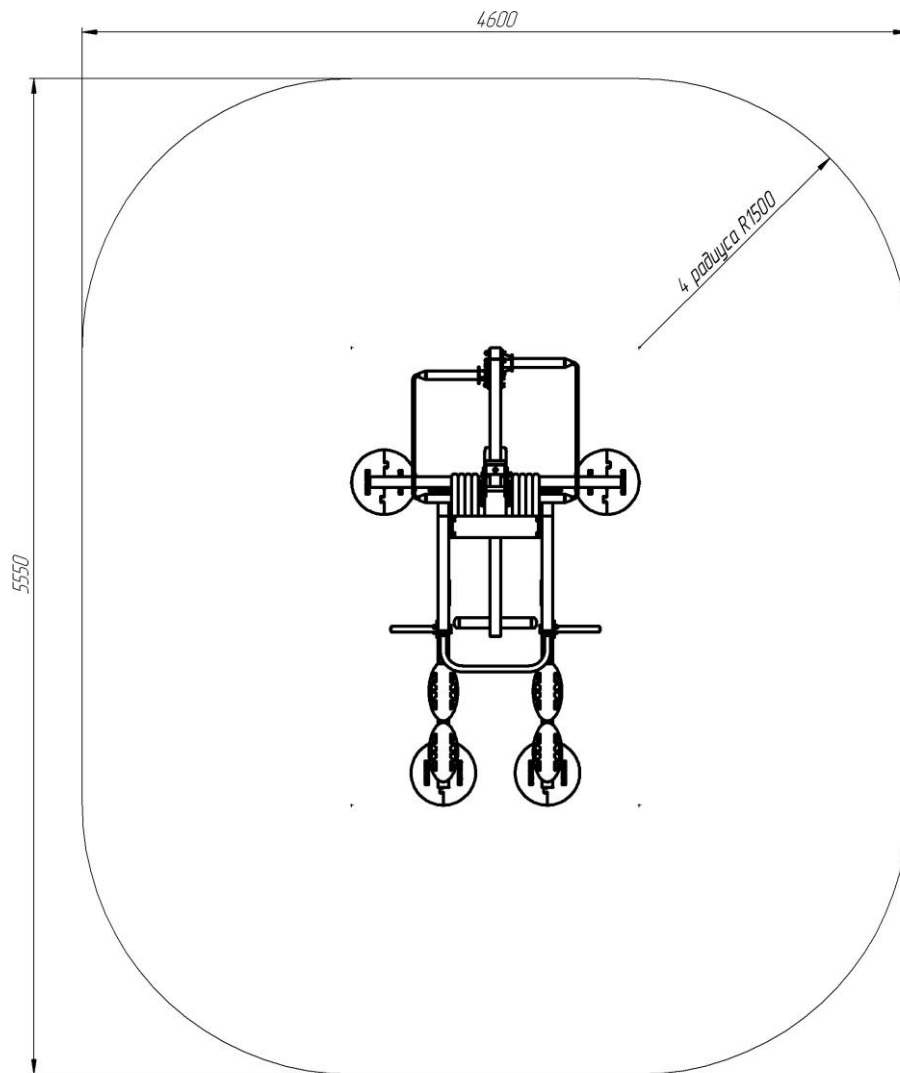

Рис.1
Над зоной перемещения, представленной на рис.1., должно быть пространство на высоту 5,3 м свободное от строений, зеленых насаждений и элементов других конструкций.
- 11.1.2. Установка Изделия проводится на ровной площадке, свободной от насаждений. Размер площадки не меньше указанного на зоне безопасности (см. рис.1).